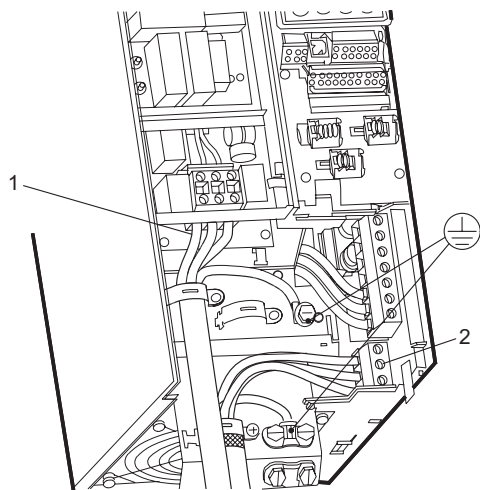

Рис. 24 Подключение питания и двигателя, В3
1. Подключите заземляющий провод к клемме 95 (PE). См. рис. 24 и 25.
1. Подключите заземляющий провод к клемме 99 (PE). См. рис. 24 и 25.
2. Подключите провода питания электродвигателя к клеммам 96 (U), 97 (V), 98 (W).